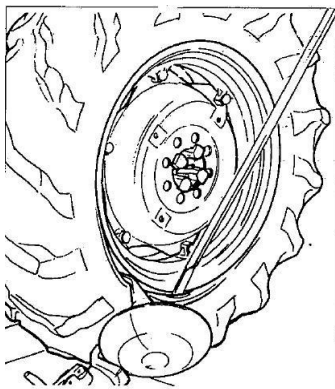

Fig. 7.11
- 5) Sätt in nivå LA (se fig. 7.11) mellan fälgen och vulsten till höger om verktyget.